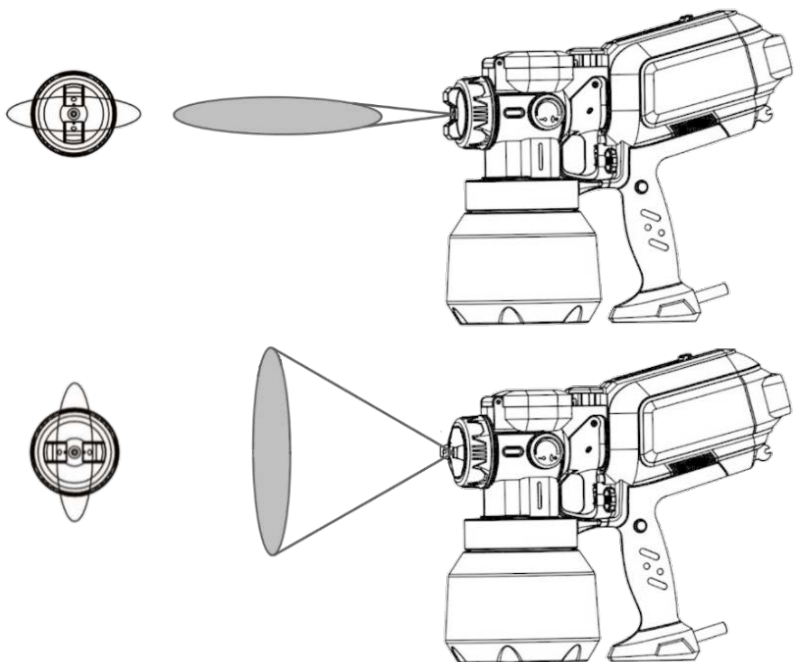

Рисунок 5
4.9 Регулятором просторової орієнтації факела (2) оберіть необхідне положення (вертикальне або горизонтальне) (дивіться рисунок 5).